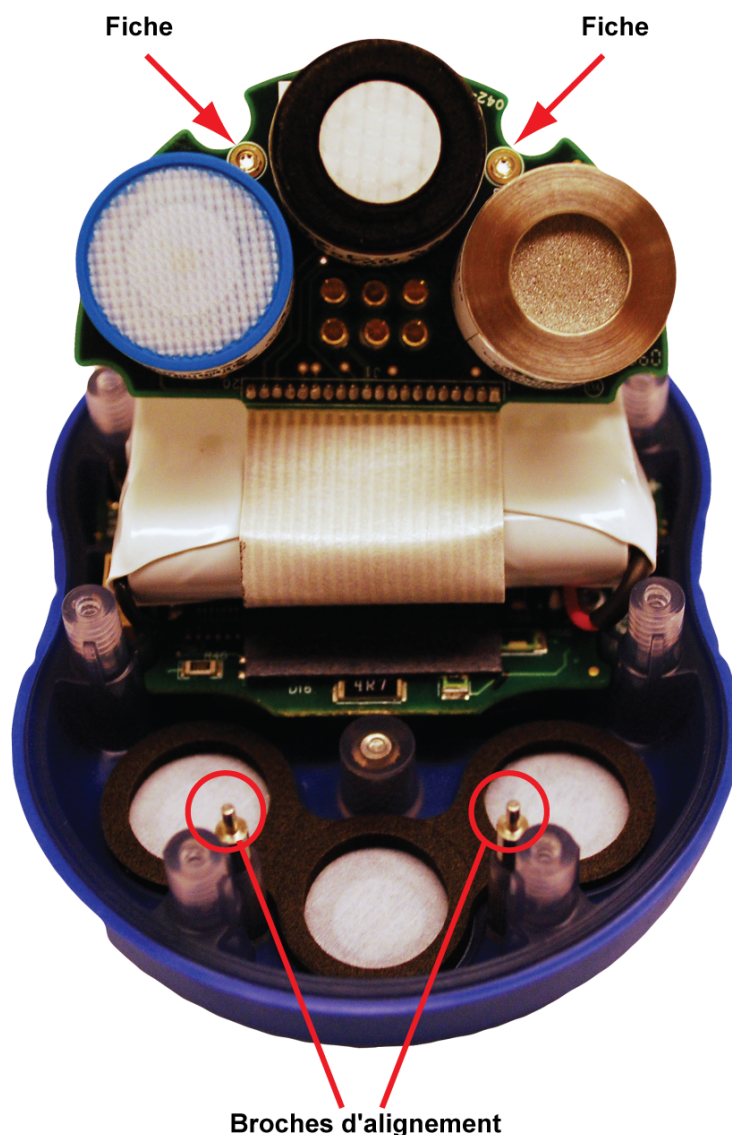

Figure 5-3. Alignement des broches
- 6) Replacez la carte de circuits imprimés dans sa position d'origine tout en alignant les 2 broches sur leur fiche. Reportez-vous à la Figure 5-3.